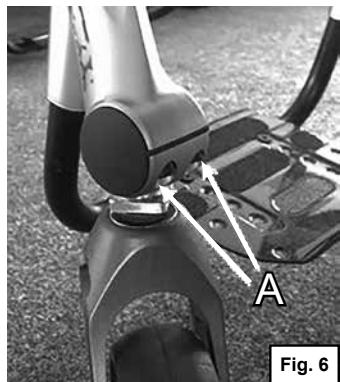

Fig. 6
Desserrez les vis hexagonales (A) (Fig. 6). Vous pouvez maintenant régler la fourche vers l'avant (pincement) ou l'arrière (ouverture).